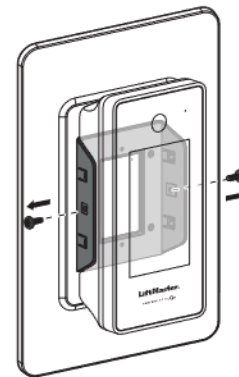

Figure 6
1. En cas d'installation sur une installation existante, retirez les vis latérales du CAPXS. Jetez ces vis. (Voir figure 6)